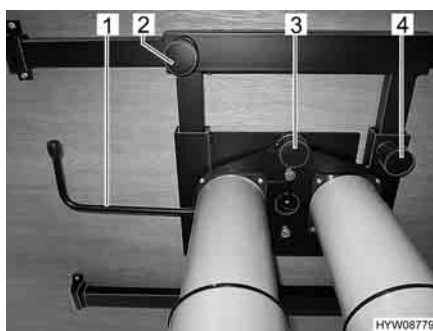

Fig. 81 Tavolo rialzabile con doppio piede
- Svitare la vite a testa cilindrica zigrinata (Fig. 81,2).
- Svitare la vite a testa cilindrica zigrinata (Fig. 81,4).
- Tirare il tasto (Fig. 81,3) del bloccaggio verso il basso.
- Ruotare la leva (Fig. 81,1) al di sotto del piano del tavolo di 180° verso sinistra. Il meccanismo di sollevamento nel piede del tavolo viene sbloccato.
- Ruotare la leva (Fig. 81,1) al di sotto del piano del tavolo di 180° verso sinistra. Il piano del tavolo va automaticamente verso l'alto fino al fine corsa.